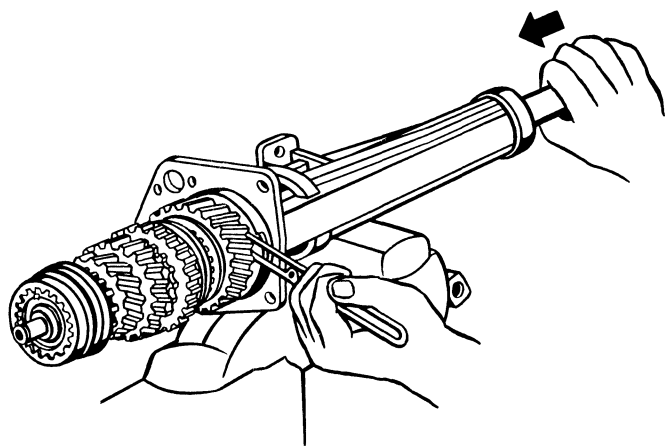

Рис. 103. Демонтаж вторичного вала из удлинителя
- с помощью щипцов 7814-5526 (рис. 103) развести усы стопорного кольца шарикового подшипника вторичного вала (при этом кольцо утопится в выточке удлинителя) и выпрессовать вторичный вал в сборе с подшипником из гнезда в удлинителе, воздействуя на задний конец вторичного вала;